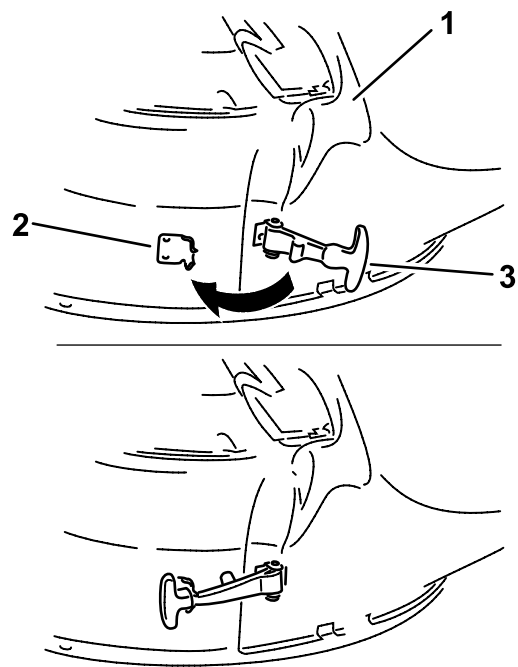

図 17
5. シュートのフレキシブルラッチを、デッキに溶接してある留め金に引っ掛ける 図 17。